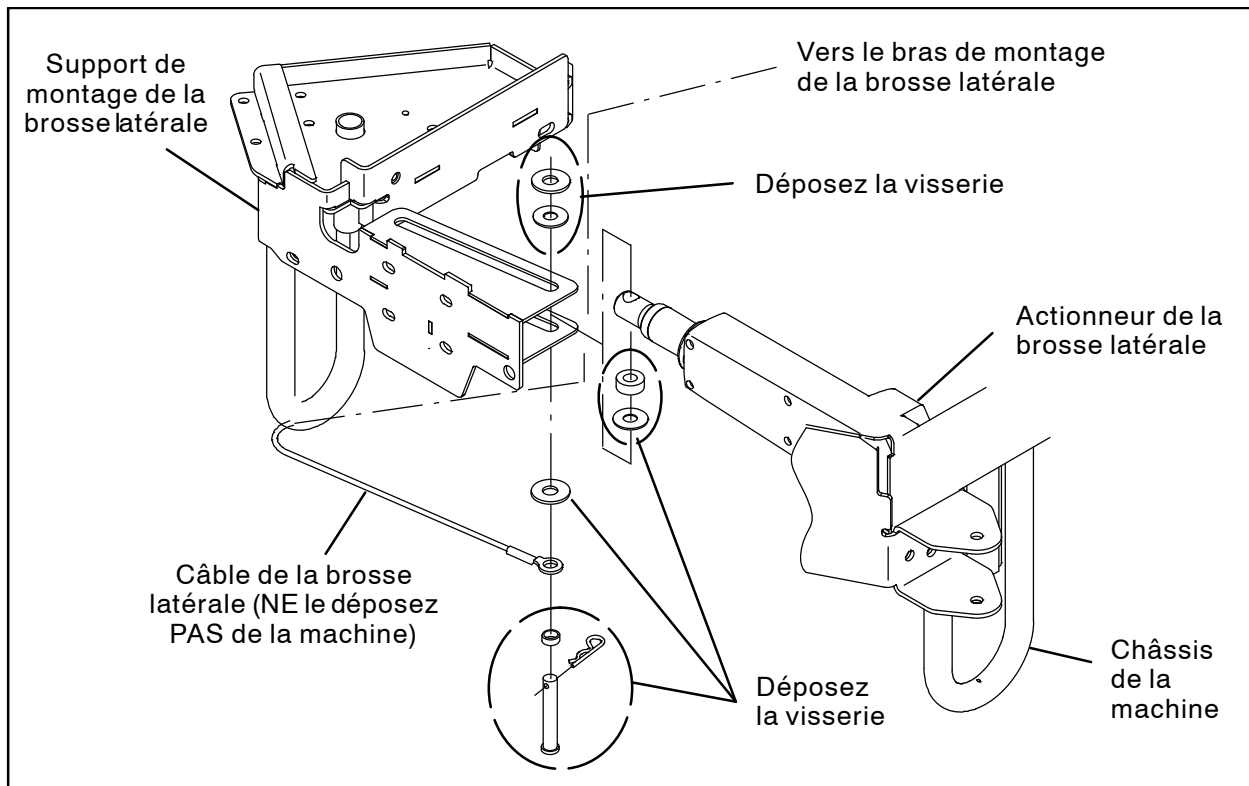
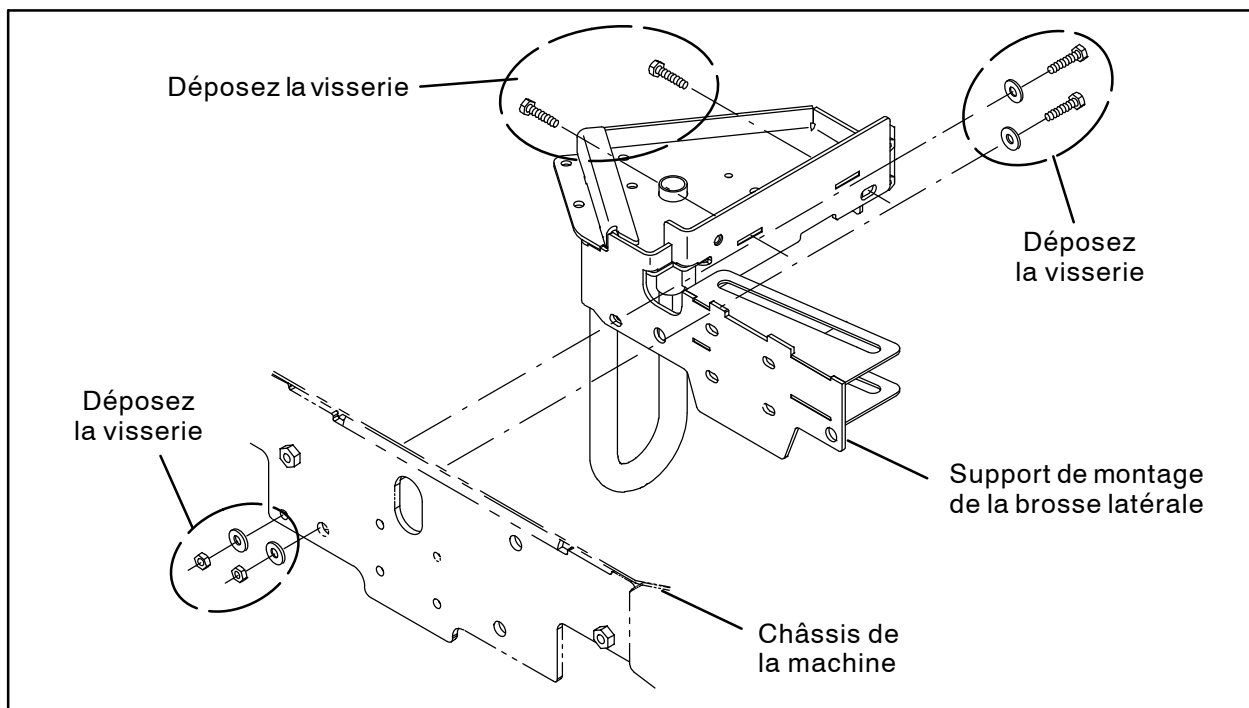

FIG. 2
FIG. 3
43. **Máquinas equipadas únicamente con cepillo lateral:** reinstale los componentes retirados anteriormente del cepillo lateral en la máquina. (Fig. 2 / Fig. 3)
(Figure 2)
Déposez la visserie fixant la brosse latérale sur le châssis de la machine. (Figure 3)